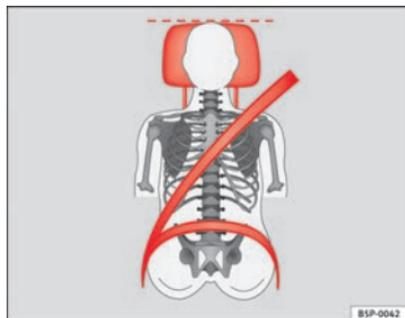
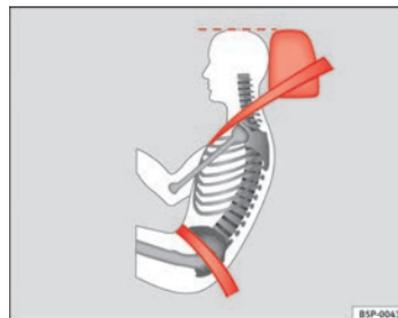

Fig. 92 Vista de frente: encosto de cabeça e cinto de segurança ajustados correctamente
Fig. 93 Vista de lado: encosto de cabeça e cinto de segurança ajustados correctamente
- Ajustar o encosto de cabeça de modo a que o rebordo superior do mesmo fique alinhado com a parte superior da cabeça, no mínimo à altura dos olhos ⇒ fig. 92 e ⇒ fig. 93.